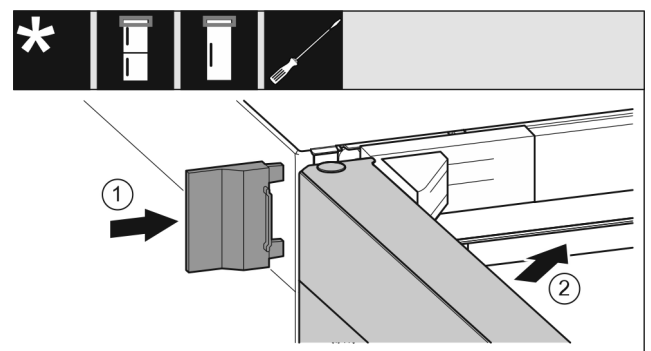

Fig. 25
- ▶ Užstumkite išorinę dengiamąją plokštelę Fig. 25 (1).
- ▶ Uždarykite viršutines duris Fig. 25 (2).